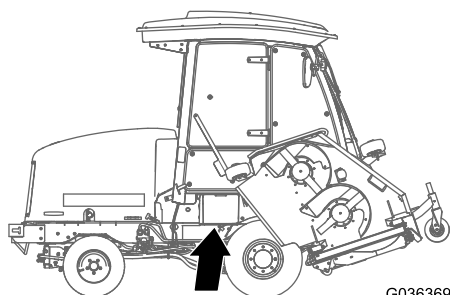

Figura 96
1. Abra a cobertura da bateria no lado do resguardo (Figura 96).
Nota: Pressione a superfície plana por cima da cobertura da bateria para facilitar a remoção da cobertura (Figura 96).